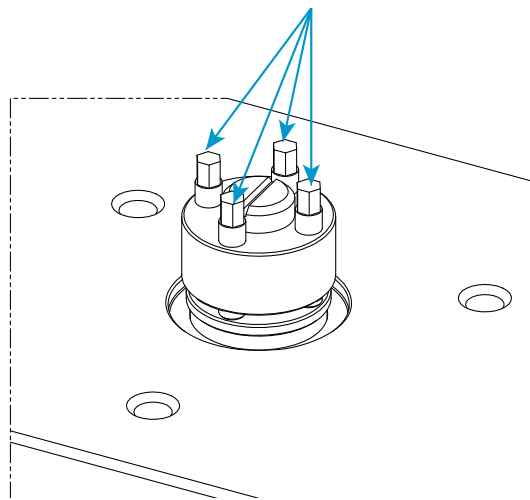

Abbildung 24. Mechanische Spannvorrichtungsbaugruppe
11. Ziehen Sie die vier Stellschrauben (siehe Abbildung 24) am mechanischen Spann-